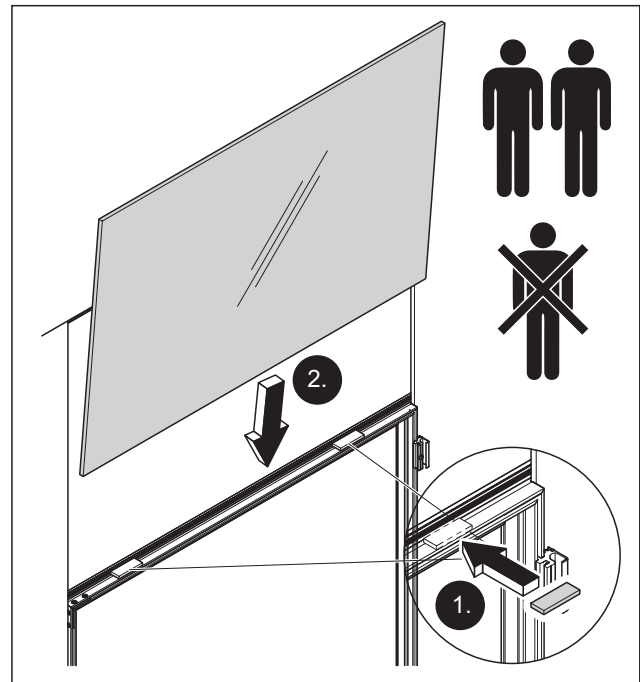

Abb. 41 Das Oberlicht auf die Klotzhölzer stellen
1. Die Klotzhölzer auf dem Grundprofil für die Zarge auf der Bandseite anbringen (Abb. 41).